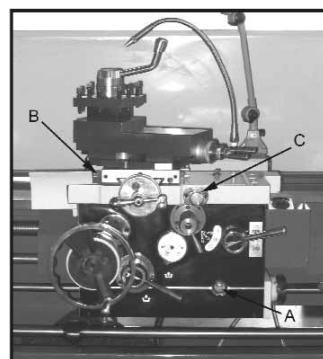

Fig. 5
3. **Förkläde** – Oljan måste vara mellan markeringarna i det optiska ögat (A, fig. 5). Använd Mobil DTE® Oil Heavy Medium. Skruva ur oljepluggen (B, fig. 5) uppe på höger sida för att fylla på olja. Avtappning: Skruva ur pluggen nertill på förklädet. Tappa ur och byt
all olja första gången efter tre månaders användning. Byt sedan olja en gång om året. Dra ut vredet (C, fig. 5) på centralsmörjningen och håll det utdraget i några sekunder så att pumpen fylls med olja. När vredet släpps, flyter oljan genom olika kretsar och smörjer kanalerna och tvärsliden. Gör det två gånger om dagen eller vid behov. När oljenivån är under markeringen måste olja fyllas på.